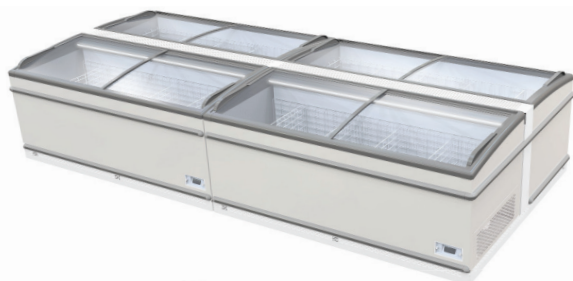

РИСУНОК 5
- Установка одной задней части к другой задней части (Рисунок 5)